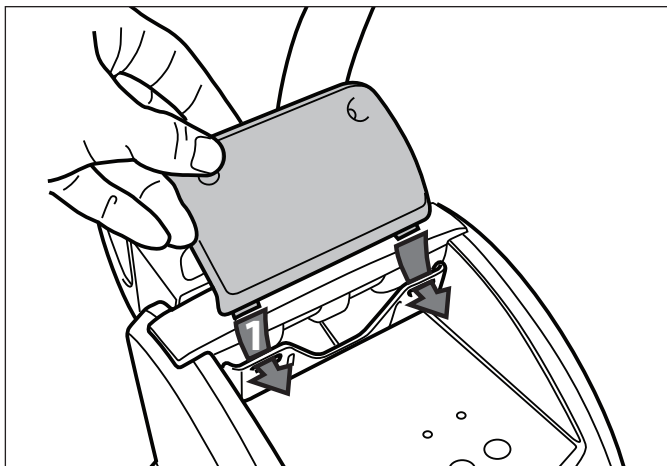

Figura 10. Posición de los sujetadores del placa de fijación
2. Deslice los sujetadores de la placa de fijación en el soporte de control y alinie los orificios de los tornillos. Vea la Figura 10.